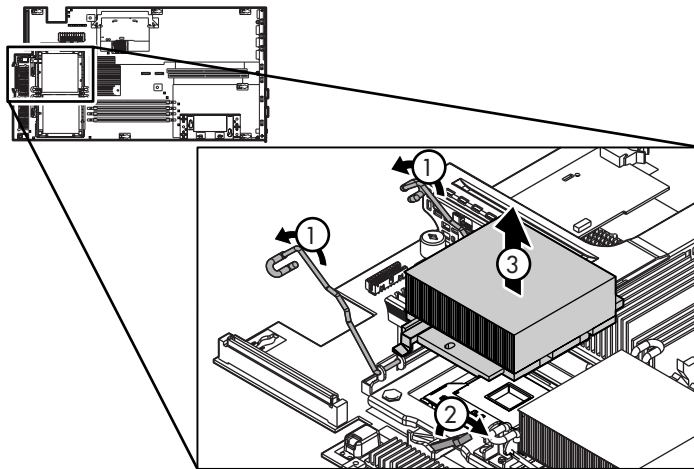

図 71. プロセッサ固定クリップを外し、ロック用レバーを持ち上げる
5. プロセッサ アセンブリ (1) のいずれかの側面にあるプロセッサ固定クリップを外します (図 71)。
6. ロック用レバーを約180度上に回転させることにより、コネクタからのプロセッサのロックを解除します (2)。